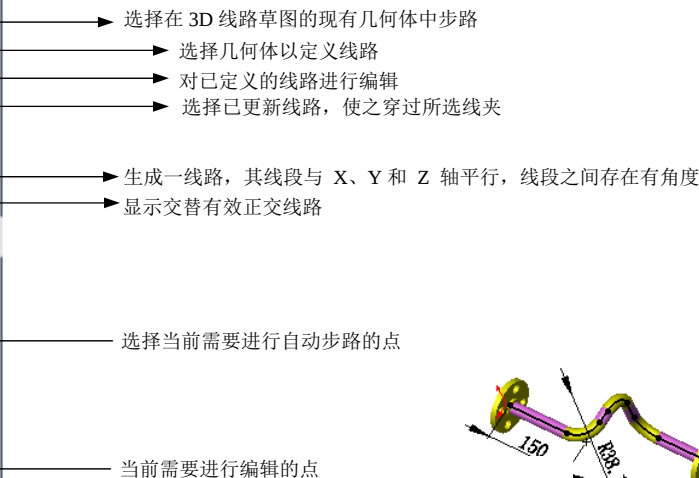

图 11.3.12 定义管道长度
Step6. 定义管道长度。在“草图”工具栏中单击 **↔** 按钮，定义图 11.3.12 所示的管道长度。